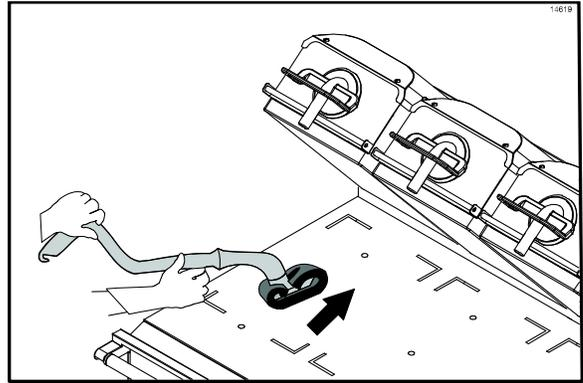

Figura 48
15. Extienda una capa delgada de limpiador para parrillas sobre toda la superficie inferior de la parrilla, usando movimientos suaves del frente hacia atrás. Permita que el producto permanezca en la parrilla mientras lo extiende por todas las superficies. (Vea la figura 48.)